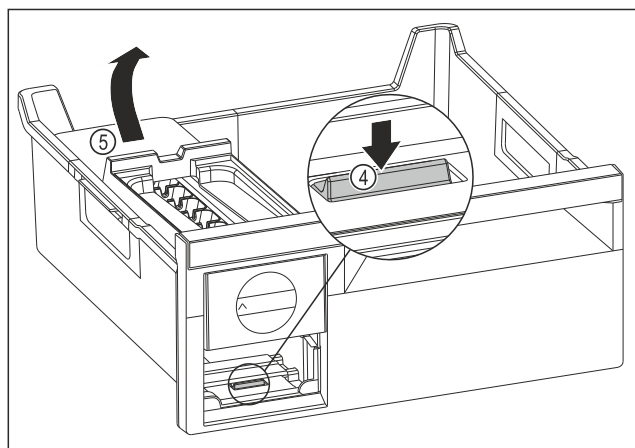

Fig. 130
- ▶ Extraer el cuerpo del EasyTwist-Ice: Presionar la lengüeta Fig. 130 (4) con los dedos hacia abajo subiendo al mismo tiempo por detrás con la otra mano el cuerpo del EasyTwist-Ice Fig. 130 (5).